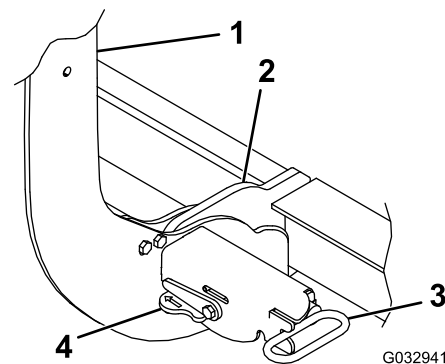

Figura 31
3. Lleve las palancas en los acopladores a la posición ENCENDIDO (Figura 31).
- Asegúrese de que ambos pasadores de resorte del acoplador hayan conectado por completo el acoplador (Figura 31).